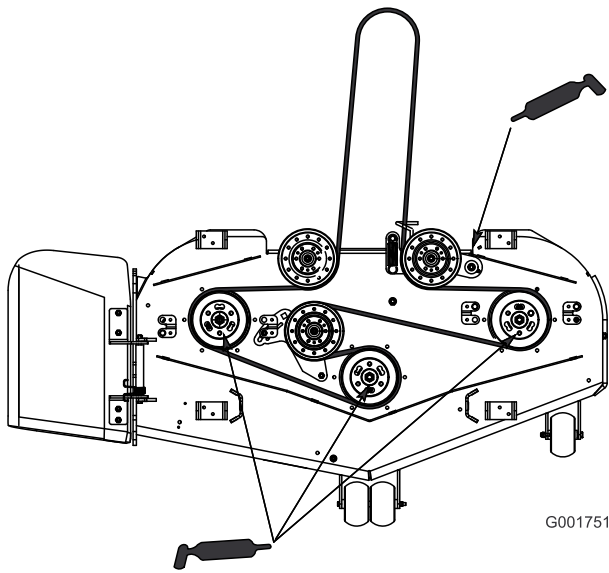

Figura 30
4. Engrase el pivote de la polea tensora (Figura 30).